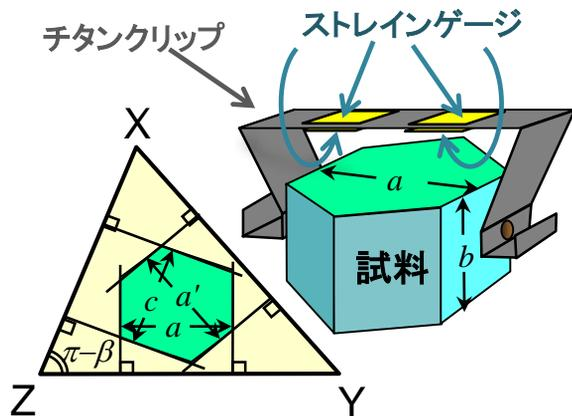

図1 クリップ型ストレインゲージ熱膨張計による単斜晶系試料の測定（ $a$ 軸方向の測定例）
- ▶ 我々が開発したクリップ型ストレインゲージ熱膨張計では、単斜晶系の3結晶軸方向 $a$ ,  $b$ ,  $c$ と更に独立なもう一つの方向 $a'$ に垂直な面を持つ六角柱試料（図1）で全ての成分を測定できる。